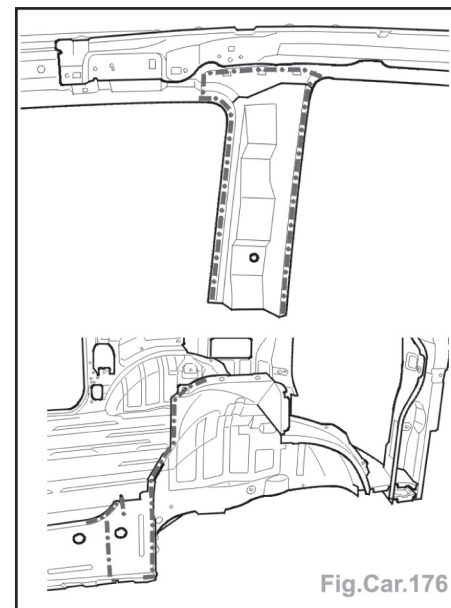

Fig.Car.176
- Préparer les bords à souder et les protéger par un apprêt soudable (Fig.Car.176).